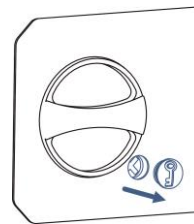

Рис. 5.2
- Снимите заглушку аварийного замка (5) см. Рис. 5.2.